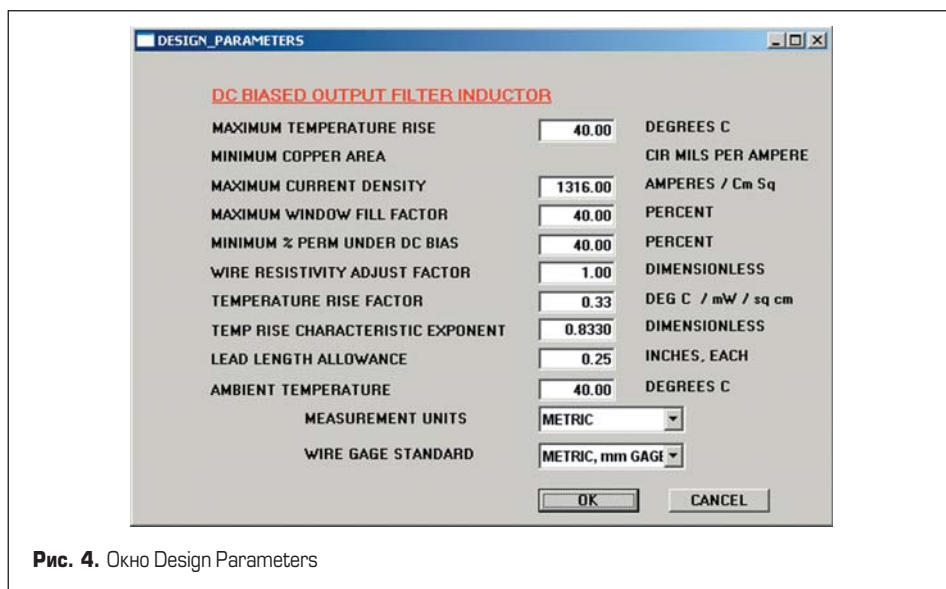

Рис. 4. Окно Design Parameters
- Parameters — параметры расчета. После выбора этого пункта меню появляется окно Design Parameters, в котором можно посмотреть и изменить следующие значения (рис. 4):